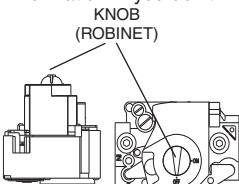

Figure 1
6. Move the gas control knob clockwise ↗ to "OFF". (See Figure 1)
7. Wait five (5) minutes to clear out any gas. Then smell for gas, including near the floor. If you smell gas, **STOP!** Follow "B" in above information. If you don't smell gas, go to the next step.
8. Move the gas control knob counterclockwise ↘ to "ON". (See Figure 1)
4. Move the gas control knob clockwise ↗ to "OFF". Do not use force. (See Figure 1)
6. Faire tourner le robinet à gaz dans le sens des aiguilles d'une montre ↗ pour l'amener sur la position OFF (Arrêt) (Voir Figure 1).
7. Attendre cinq (5) minutes pour s'assurer de la dissipation du gaz.
8. Faire tourner le robinet à gaz dans le sens inverse des aiguilles d'une montre ↘ pour l'amener sur la position ON (Marche) (Voir Figure 1).